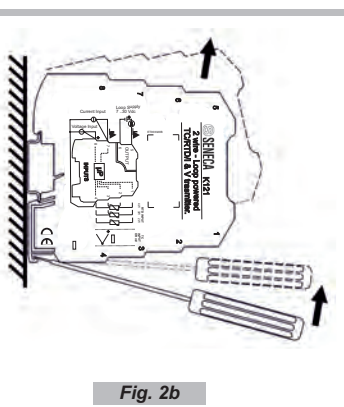

Fig. 2b
- 1) Faire levier avec un tournevis (comme indiqué sur la fig. 2b)